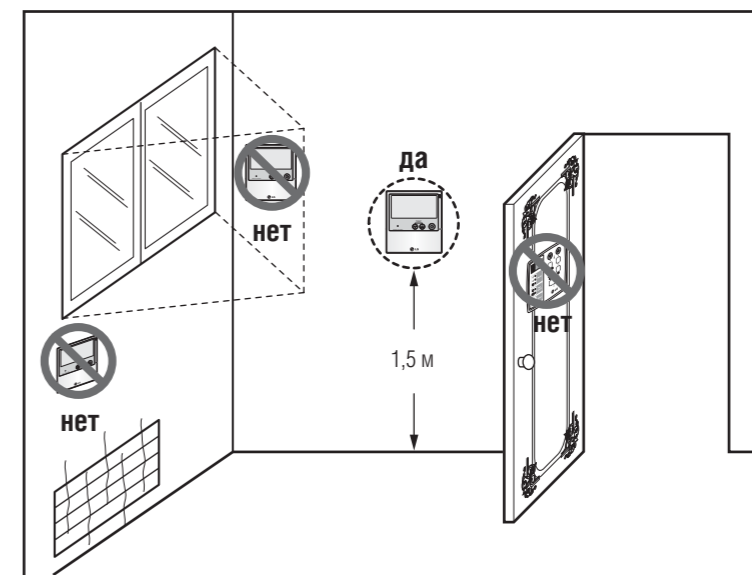

Рис. 1. Типичное расположение проводного ПДУ
- Данный ПДУ имеет семисегментный ЖК-дисплей. Для обеспечения нормальной работы системы ПДУ должен быть смонтирован в соответствии с рис. 1. (Высота от пола должна быть 1,2–1,5 м).